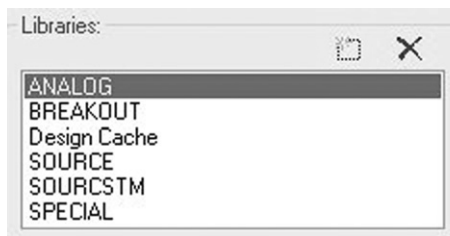

图 1.30 添加库文件
1. 选择 **Place Part** 放置元件菜单，将会打开放置元件窗口，然后单击图标  进行库文件的添加（见图 1.30）。在以前的版本中，只能通过 **Place Part** 窗口中的 **Add Library** 按钮进行库文件的添加（见图 1.10a）。